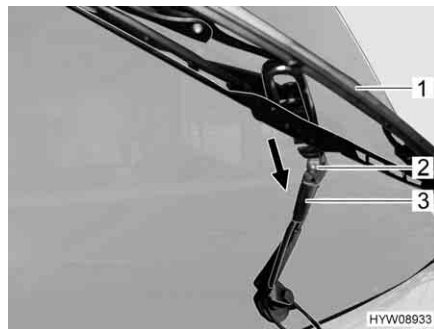

Fig. 161 Sostituzione delle spazzole del tergicristallo
- Sollevare il braccio del tergicristallo (Fig. 161,3) dal parabrezza e aprirlo fino all'arresto.
- Spingere i morsetti in plastica delle spazzole del tergicristallo (Fig. 161,1) fuori dal supporto piegato presente sul braccio del tergicristallo (freccia).
- Pulire gli ugelli dei tergicristalli (Fig. 161,2).